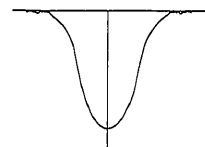

Fig. 16
(1) Lorsque le signal provenant du générateur de signaux est faible, effectuer un réglage jusqu'à ce que la forme d'onde ait une amplitude maximale et symétrique comme représentée sur la figure 16.